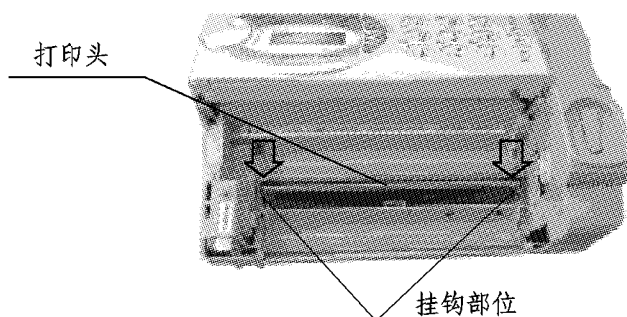

图7-12
- c) 按照箭头方向按压打印头两端挂钩进行拆卸。（图7-12）